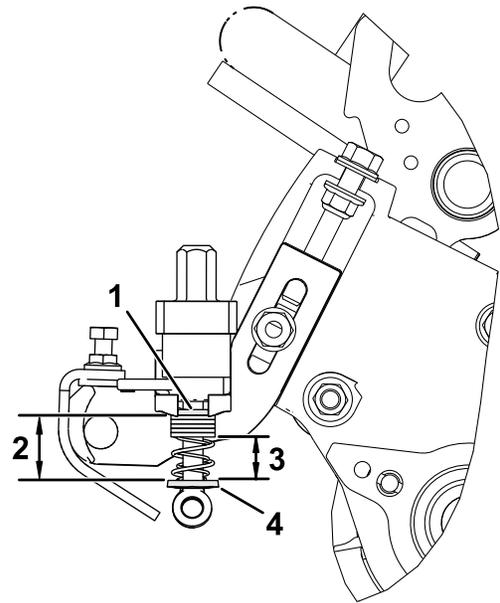

Figura 20
4. Mida la distancia entre las arandelas (la longitud actual del muelle), tal y como se muestra en la Figura 20.